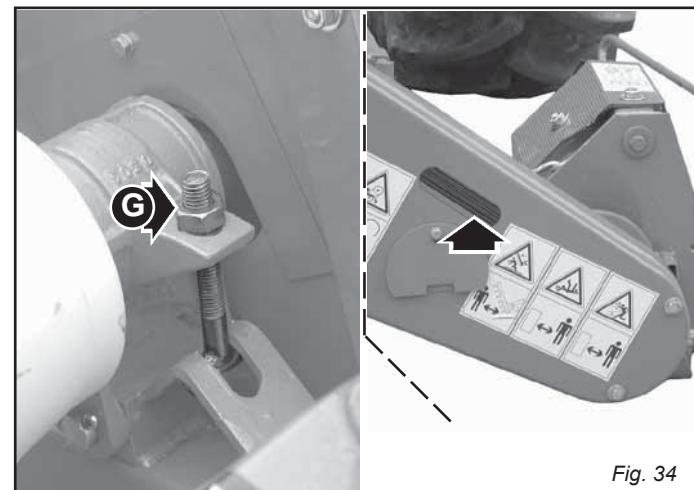

Fig. 34
- Controlați tensiunea curelelor prin intermediul ferestrei de pe carter; jocul nu trebuie să depășească doi centimetri. Eventual reglați tensiunea prin intermediul piulișei (G, Fig. 34). După fiecare verificare, fereastra de control trebuie închisă cu capacul corespunzător.